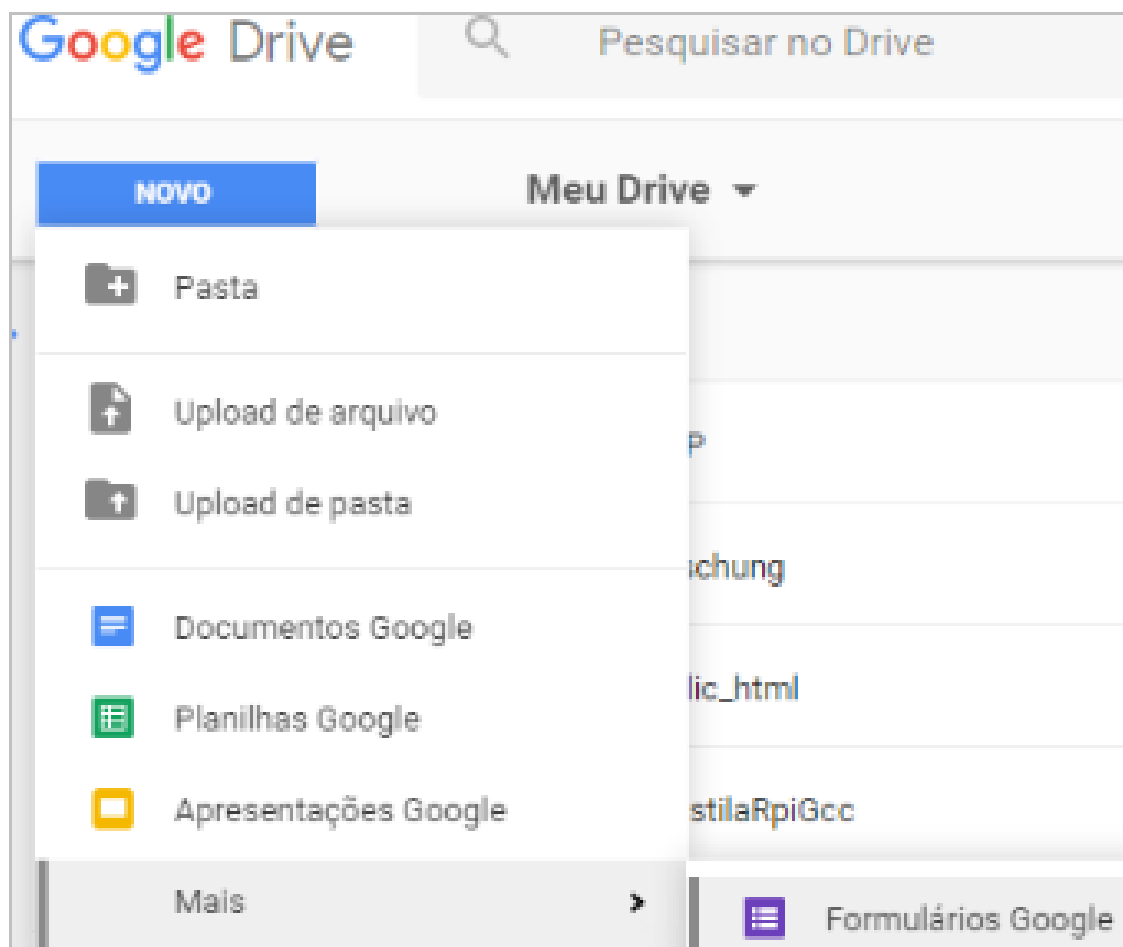

Figura 18.31: Opções do Google Drive
2. Selecione "Novo-> "Formulários"do Google Drive menu (Figura 18.31).